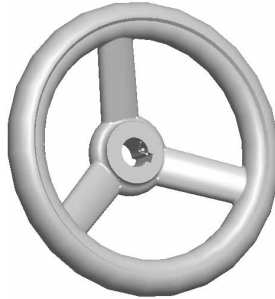

Рис. 16.139. Создание скруглений
5. Выполните операцию Скругление . Выберите мышью на модели с нажатой клавишей Ctrl кромки перехода всех выступов к базовым элементам модели, установите значение радиуса скругления 2 мм (рис. 16.139) и нажмите .